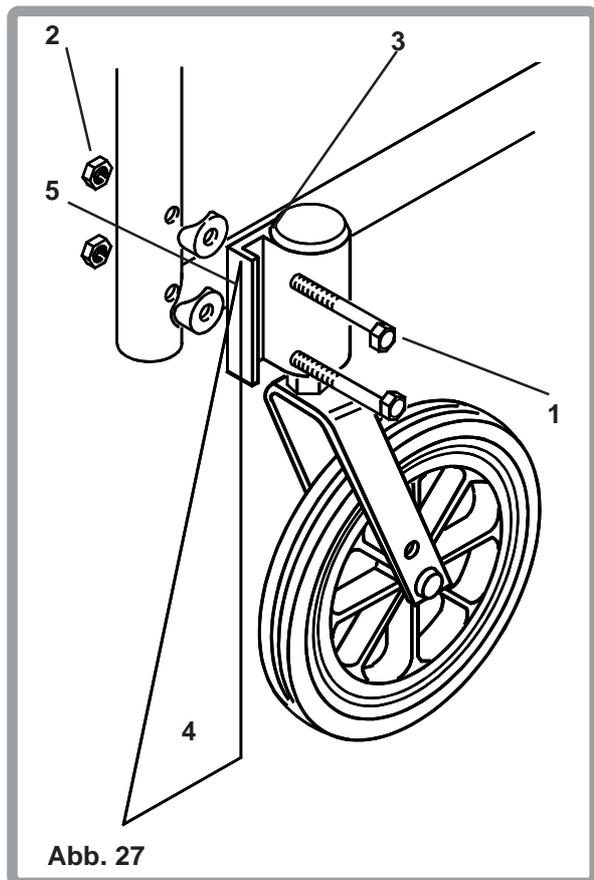

Abb. 27
Bei einem korrekt eingestellten Vorderradwinkel sollte dieser zwischen Radlagergehäuse und Boden  $90^\circ$  betragen (Abb. 27). Für eine genaue Einstellung stellen Sie den Rollstuhl auf eine ebene Oberfläche, z.B. auf einen Tisch. Lösen Sie nun die zwei äusseren Schrauben (1) und Muttern (2), welche die Vorderradhalterung sichern. Plazieren Sie ein grosses rechtwinkliges Dreieck (4) auf der Tischoberfläche und gegen die Vorderseite des Radlagergehäuses (3). Nun wird der drehbare Radgabelbolzen in eine rechtwinklige Position zur Bodenoberfläche gebracht. Nach gelungener Ausrichtung können die beiden äusseren Schrauben wieder angezogen werden. Wiederholen Sie den gleichen Vorgang beim anderen Vorderrad.